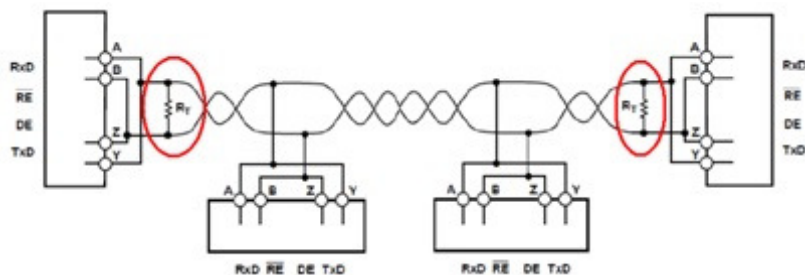

Imagen 4. Terminación resistiva
Es recomendable realizar una terminación al final de cada extremo del BUS, incluso cuando se use un cable más largo o velocidad de comunicación superiores. La terminación resistiva se usa para prevenir que una señal de radio frecuencia (RF) interfiera en las comunicaciones. Debe usarse en los dos extremos de la línea y conectarse en paralelo (tal y como se puede ver en la Imagen 4, $R_t = 120 \text{ Ohm}$, 0.5 W).